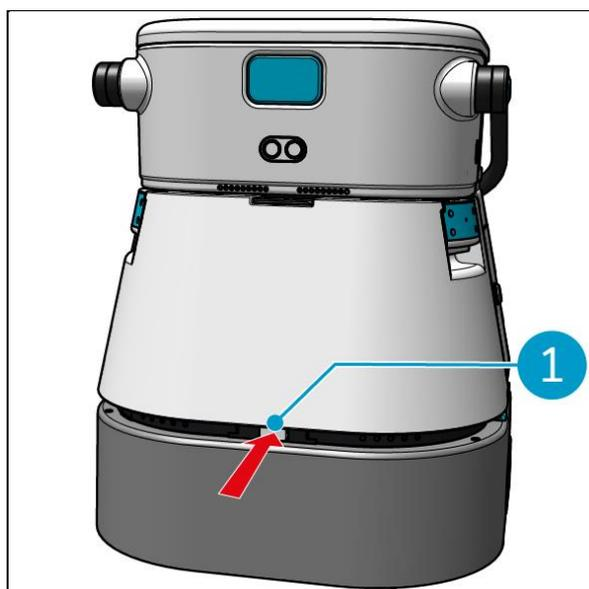

Figura 13
1. Premere il pulsante di sblocco (Figura 13, pos. 1) per sbloccare il serbatoio dell'acqua pulita.